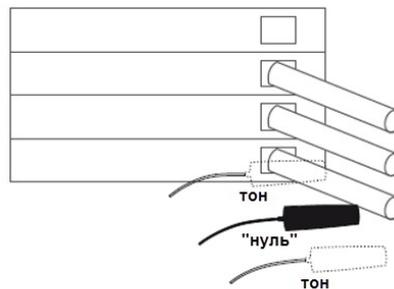

Рис. 3. Определение положения автоматов выключателей
**ПРИМЕЧАНИЕ:** Из-за различной технологии монтажа уровень сигнала может превышать значение, полученное от одиночного провода в той же фазе, и возможны помехи от сети переменного тока или передаваемых по сети данных. Проверьте каждый провод выключателя, поднося к нему антенну. Искомый провод будет иметь четкий «нуль» (отсутствие тона), когда конец антенны будет поднесен к нему, и наличие тона по обе стороны от него (рис. 3).